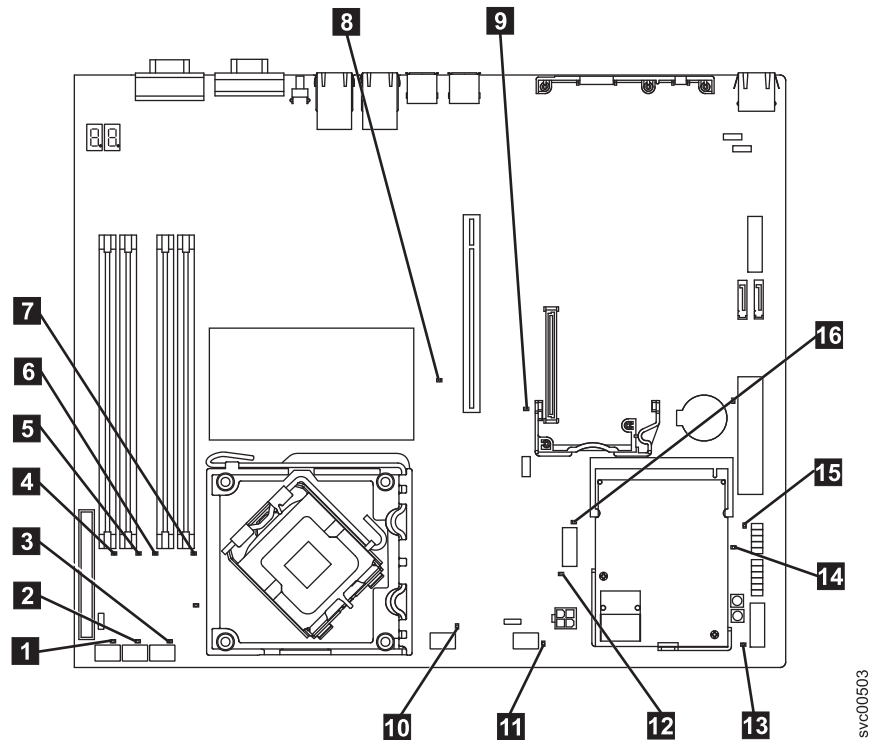

図 96. SAN ポリウム・コントローラー 2145-8A4 システム・ボード LED
- はい システム・ボード上で点灯している診断 LED があるかどうか調べます。図 96 は、システム・ボード LED の位置を示しています。ファン LED はそれぞれのファンに隣接して配置されています。エラーを示していない **13**、**14**、および **15** の 3 つの LED は無視できます。